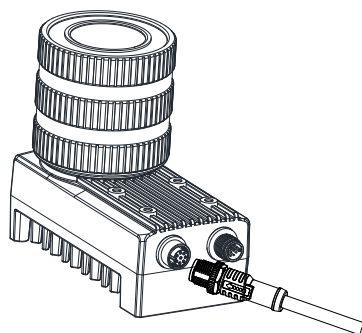

图3-5 设备网口接线
3. 使用航插转 RJ45 千兆网线将设备与交换机或者网卡正常连接，如图 3-5 所示。接口带有螺纹，使用时将接口旋紧可减少现场震动等引起的接口松动。